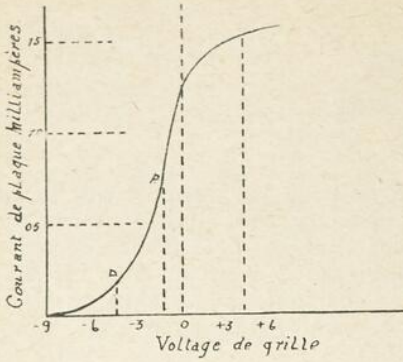

Fig. 3
et vient impressionner la grille qui est maintenant gardée au voltage D (figure 3) où la courbe plaque monte très rapidement d'un côté et lentement de l'autre. Voyons graphiquement à la figure (8) ce qui se passe.